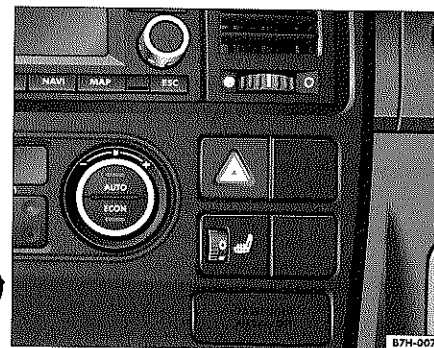

Fig. 34 Tablero de instrumentos: pulsador de los intermitentes de emergencia
2. Pulse el mando  ⇒ fig. 34 para encender los intermitentes de emergencia ⇒ ⚠.